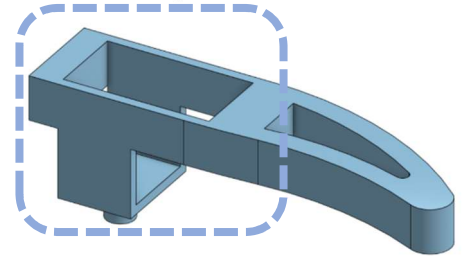

Figure 4
- Et une partie du pied qui sert à maintenir le servo-moteur (*Figure 4*).